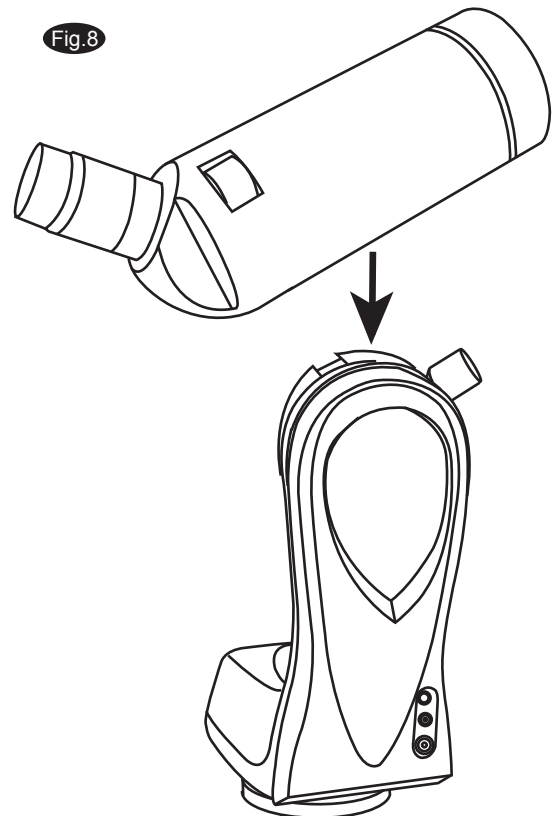

Fig.8
1. Si vous destinez l'instrument à un usage astronomique, fixez le tube optique sur l'équerre en veillant à placer le bras de fourche de la monture sur votre droite (Fig. 8). Dans le cas contraire, vous ne pourrez pas utiliser l'échelle de latitude située au sommet du bras. Vissez fermement le tube sur l'équerre en utilisant la vis au pas Kodak (1/4"x20).